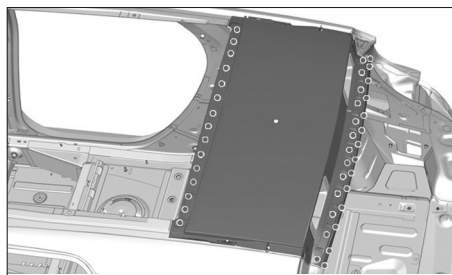

FIG. 147
- par points électriques (Fig.147),